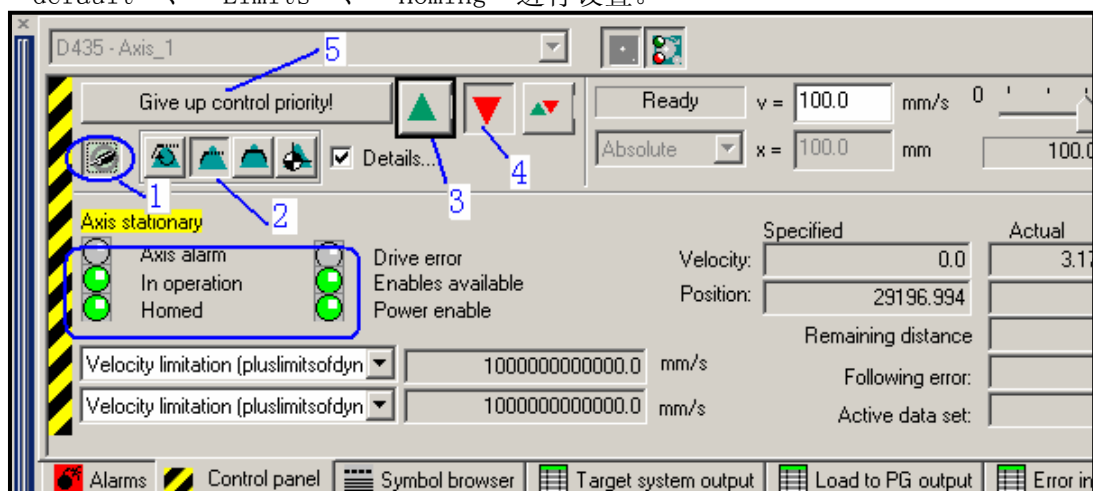

图. 26
3. 按图 26 所示顺序操作、设置参数，电机可以运行。
- ①. 使能“Axis_1”。
- ②. 选择一种运行方式。
- ③. 启动轴（Axis_1）运行。
- ④. 停止轴（Axis_1）运行。
- ⑤. 退出控制面板。